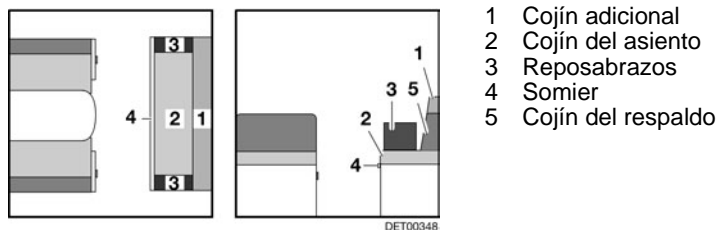

Fig. 88 Antes de la transformación
- Quitar los reposabrazos (Fig. 88,3) del banco longitudinal y ponerlos a un lado.